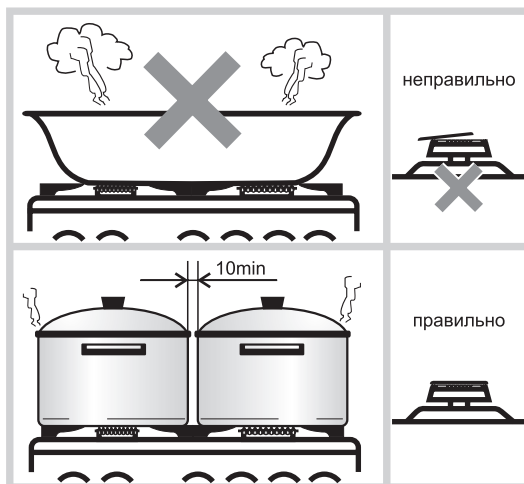

Рис.19
- Размеры посуды (см. таблицу 5 и рис.19) и режим работы горелок нужно выбирать таким образом, чтобы пламя не выходило за края и не «лизало» боковые стенки.
| 6. Не работает электророзжиг- нет искры- есть искра, но не зажигает | - повреждена проводка к разряднику;- сломан корпус разрядника;- сильно загрязнен или залит разрядник;- слишком большое давление газа в сети;- смещены или не установлены горелки и/или крышки горелок. | - *заменить разрядник;- *заменить разрядник;- прочистить и просушить разрядник;- зажигать при меньшей подаче газа;- правильно установить горелку и крышку горелки (рис. 19).                                                                                                                                                     |